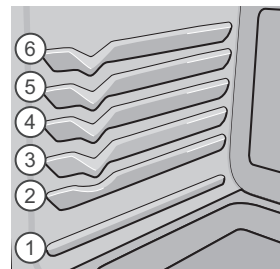

Figure 12 : Positions des grilles
- Pour obtenir de meilleurs résultats lorsque vous utilisez deux grilles pour la cuisson de gâteaux, placez ces dernières aux positions 3 (grille surbaissée) et 5 (grille plate) Figure 12.